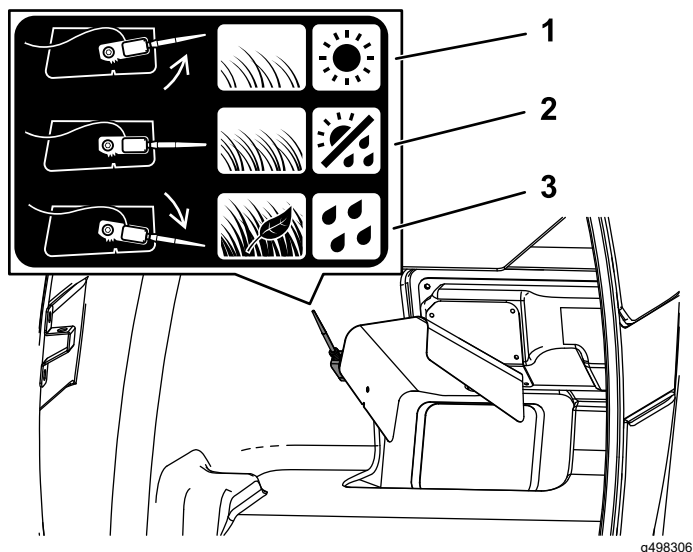

図 28
- 通常の芝状態や通常の天候時には、センサーを中位置にセット 図 28。
- めれた芝、密度の高い芝生、落ち葉を集める時や、センサーが働く前にホッパーが満杯になってしまう場合にはセンサーを下向きに回す 図 28。
- 乾いた芝、密度の低い芝生や、ホッパーが満杯になっていないのにデッキが停止する場合にはセンサーを上向きに回す 図 28。